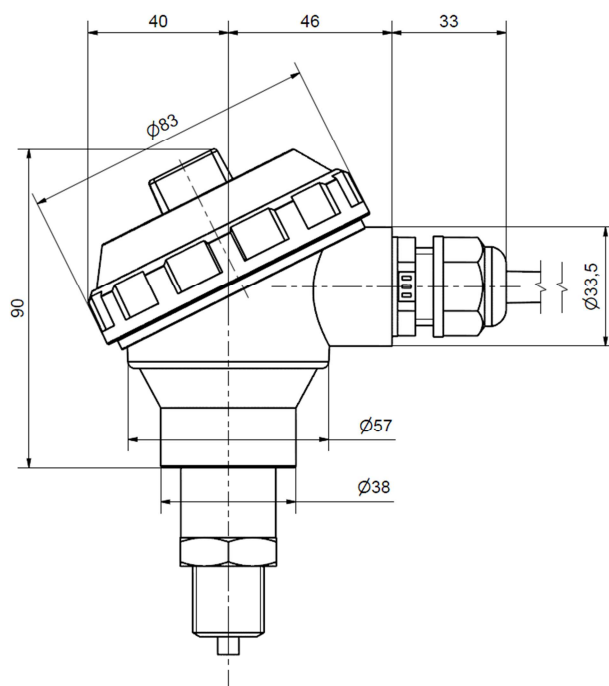
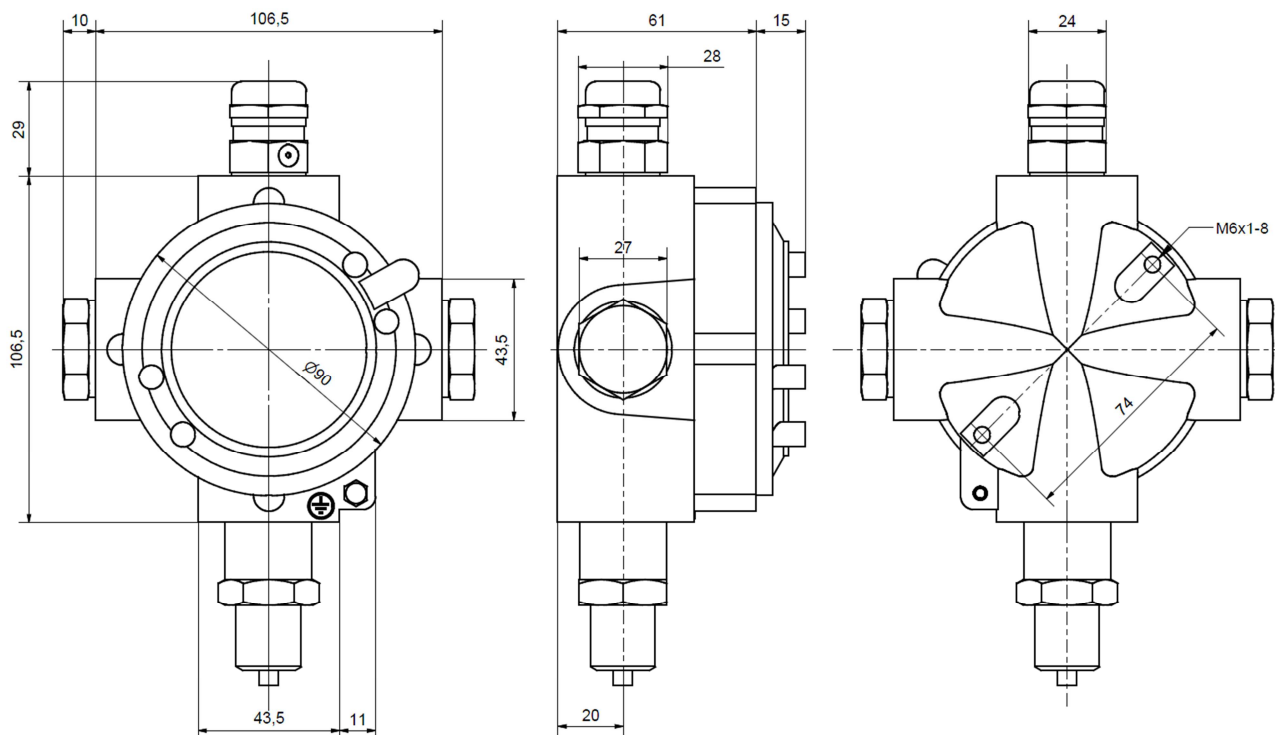

Рисунок 1 – Габаритные размеры Логгер PROMODEM 1xx.AхМх
Рисунок 2 – Габаритные размеры Логгер PROMODEM 1xx.BхМх
• Логгер PROMODEM 1xx.AxMx • Логгер PROMODEM 1xx.BxMx	• См. рисунок 1 • См. рисунок 2